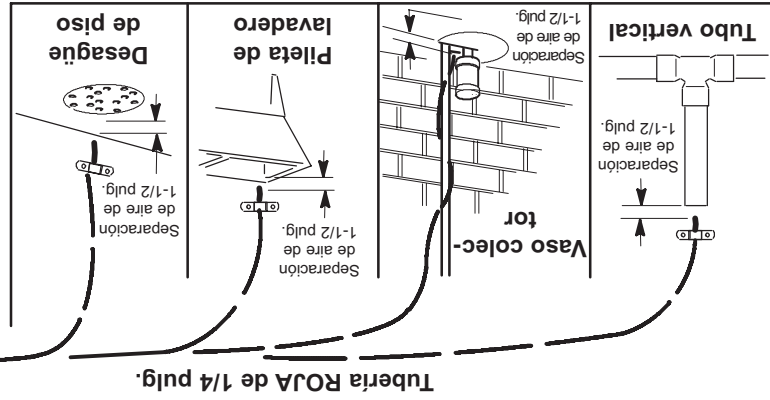

FIG. 12
Tienda la tubería de desagüe a un drenaje existente en la casa. Un desagüe de piso, pileta de lavadero, un tubo vertical, un vaso colector, etc. son drenajes aptos. Vea la Fig. 12. Este tipo de drenaje es el preferido por sobre el adaptador de desagüe del colector en P. Siempre deje una separación de aire de 1-1/2 pulg. entre el extremo de la manguera y el punto de desagüe. Esto evitará que el agua vuelva al sistema.
4. Tienda la tubería al punto de desagüe y fíjela al extremo con un soporte (no incluido). Deje una separación de aire de 1 1/2 pulg. entre el extremo del tubo y el desagüe. Vea la Fig. 12.